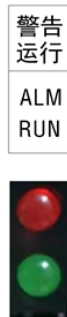

图 4.21 工作状态指示灯和故障指示灯
- 工作状态指示灯（绿灯）：如图 4.21 所示。
- 故障指示灯（红灯）：如图 4.21 所示。